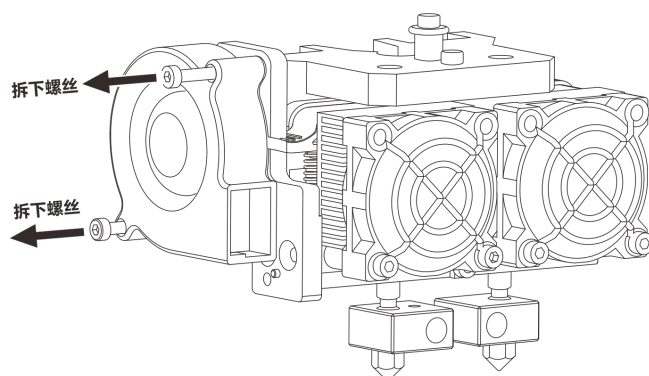
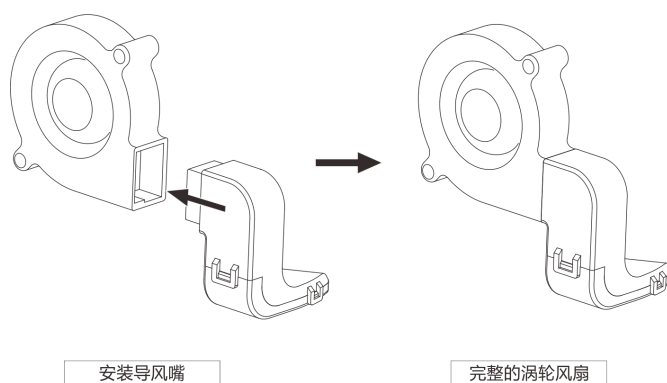

图 4-2
图 4-3
2. 如图下（图 4-2，图 4-3）所示，先**旋松**固定涡轮风扇的两颗螺丝，然后取出导风嘴配件，将该配件安装在涡轮风扇出风口上。（请注意：导风嘴固定螺丝孔位边上有一个小孔，对应涡轮风扇固定座上的定位销）取出一个 M3×6 的螺丝和 2.5mm 内六角扳手，将导风嘴固定在喷头上。最后将旋松的两颗螺丝旋紧。